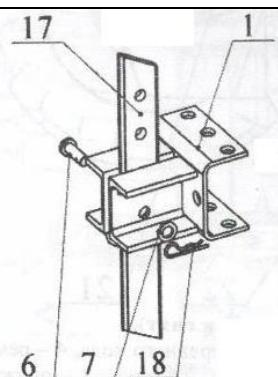

Рис. 3
- Установите ограничитель 17 (см. Рис. 3) на нужную глубину обработки почвы и закрепите фиксатором 6, шайбой 7 и шплинтом 18.